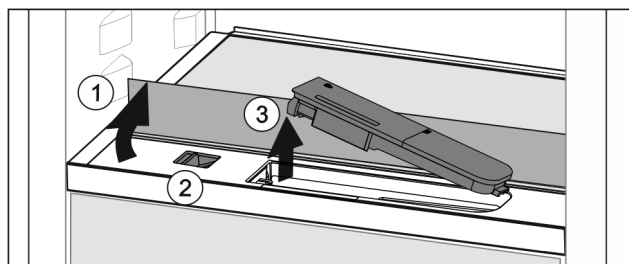

Fig. 46
- ▶ Skleněnou desku nadzvedněte a zaklapněte dozadu až na doraz Fig. 46 (1).
- ▶ Posuvník Fig. 46 (2) posuňte doleva.
- ▶ Vyměňte nádržku na vodu Fig. 46 (3).